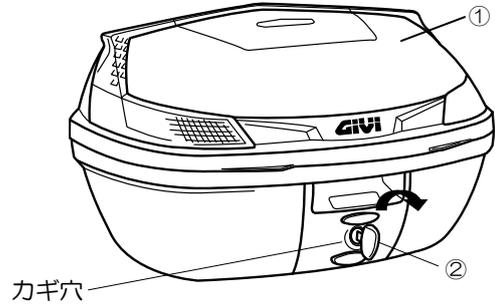

図 1
⑤ 波型プレート
2. ① ケース を 開 く
2-1. ① ケース の カギ 穴 に ② キー を 差 し 込 み ます。(図 1 参 照)